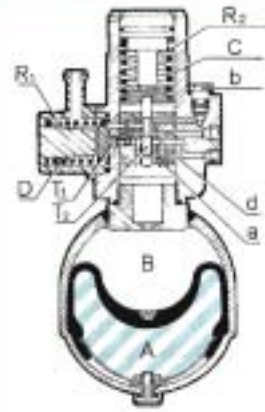

Figure 15.23 • Début de conjunction (document Citroën).
• **Conjonction.** Après une faible consommation de liquide dans les circuits d'utilisation – mouvements de suspension par exemple – la pression en B chute et provoque le retour à sa position initiale du tiroir pilote T_1 (figure 15.23). L'intensité de $\vec{F}(R_1)$ est supérieure à celle de F_1 .